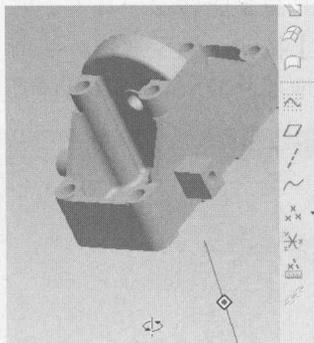

图 1.15 旋转零件（二）
STEP 04 然后关闭显示，将鼠标指针放在工作区右下角，按住中键轻微（注意要轻轻地拖动，以防止模型突然被转出了屏幕，这对于初学者来说有时会找不到模型）拖动鼠标，观察模型的旋转方式，如图 1.15 所示。